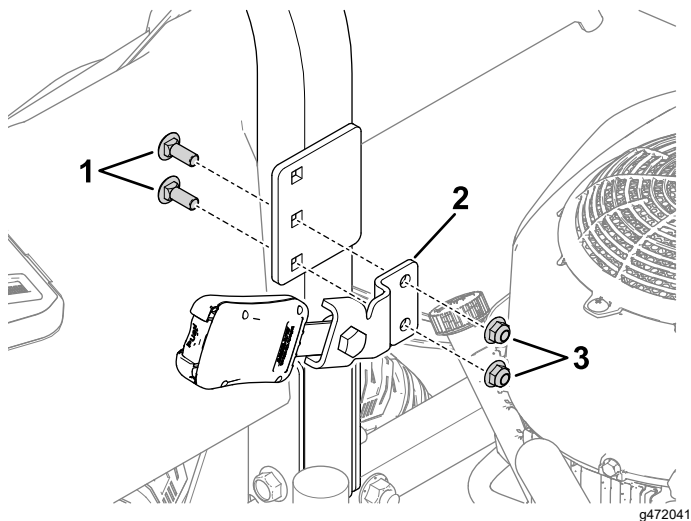

Figura 10
2. Instale la hebilla del paso 1 en el interior del soporte de la barra antivuelco usando 2 pernos de cuello cuadrado (3/8" x 1") y 2 contratuercas (3/8"), como se muestra en la Figura 10. Repita